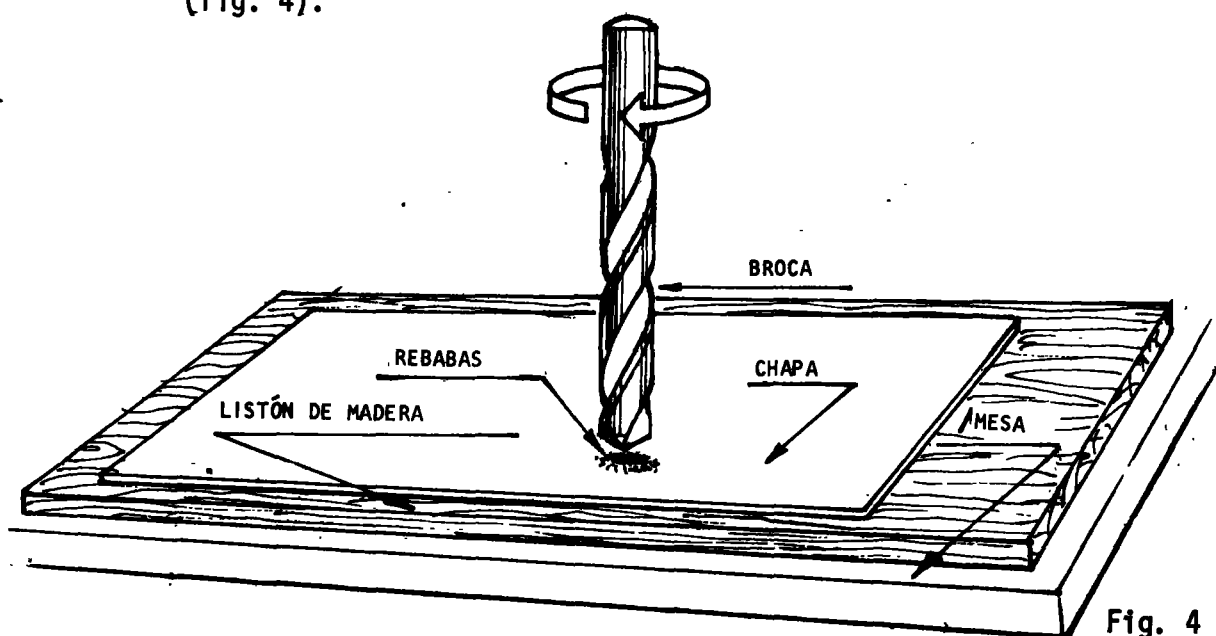

Fig. 4
- \_\_\_ d Haga avanzar la broca poco a poco hasta que la punta comience a desbastar el metal y continúe hasta haber eliminado la rebaba (fig. 4).